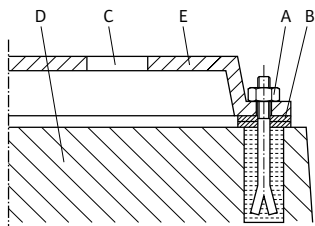

Рис. 43: Пример для резьбового крепления основания
**Пример для резьбового крепления основания (Рис. 43)**
- Подкладки (B) всегда следует устанавливать слева и справа в непосредственной близости от крепежного материала (например, фундаментные болты (A)) между опорной рамой (E) и основанием (D).